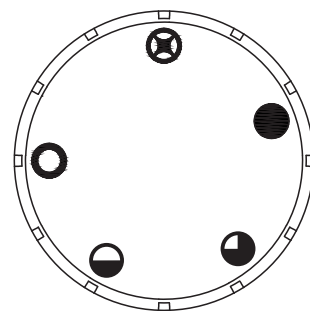
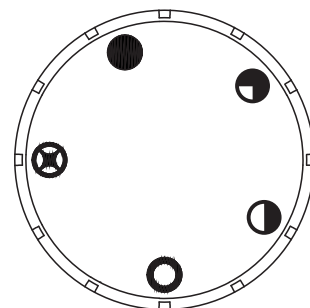

Fig. 22a
Fig. 23a
3. Presione la perilla de control suavemente y gírela hacia la derecha a la posición "OFF". (Ver Fig. 22a)
4. Espere cinco (5) minutos para que se vacíe todo el gas. Luego huela en busca de gas, incluyendo cerca del piso. Si huele gas, ¡ALTO! Siga "B" en la información de seguridad anterior. Si no huele a gas, vaya al siguiente paso.
5. Presione la perilla de control suavemente y gírela hacia la izquierda a la posición "PILOT" . (Ver Fig. 23a) Oprima la perilla de control.